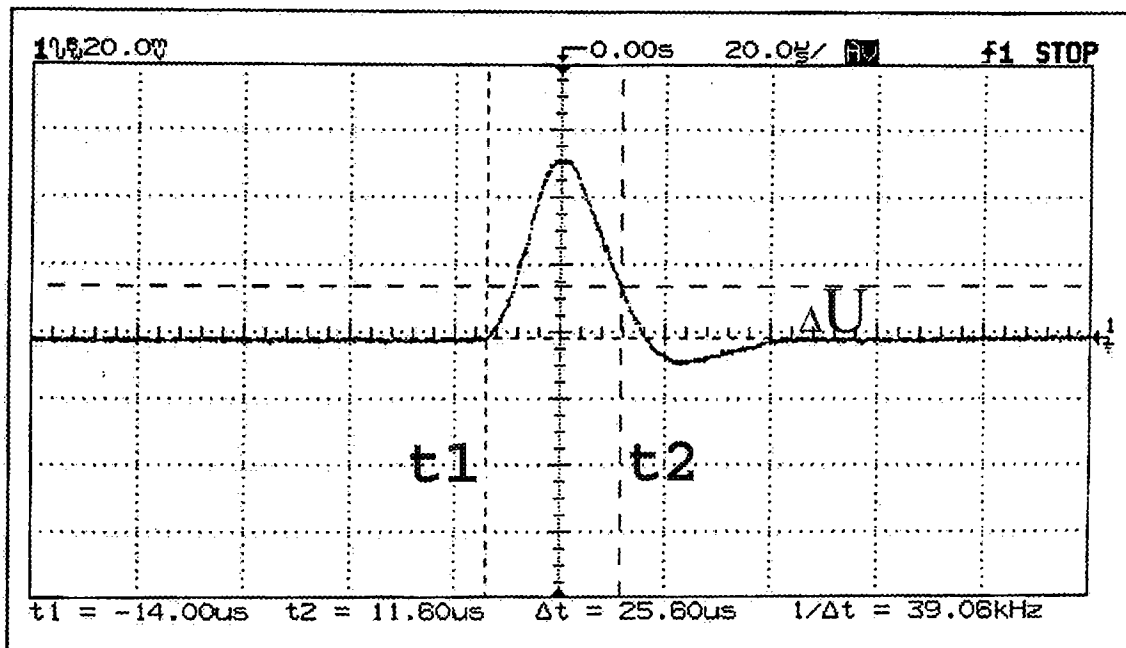

Рис. 7.3.3. Изменение выходного напряжения меры во времени при изменении нагрузки
- установить его на линию установившегося напряжения после переходного процесса (см. правую часть рис. 7.3.3.)
- отвести КН2 от КН1 в направлении пика напряжения переходного процесса (для осциллограммы на рис. 7.3.3 – вверх) на расстояние, соответствующее разности напряжений между КН1 и КН2, равной ΔU . (Разность напряжений рассчитывается самим осциллографом и отображается на дисплее)